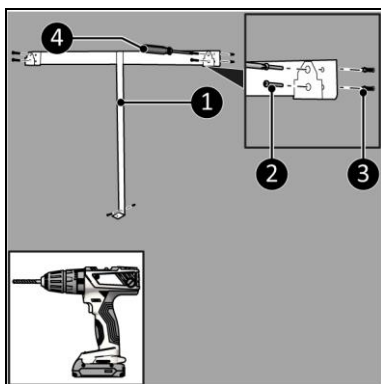

Figura 7
4. Așezați suportul de perete pe (Figura 7, poz. 1) perete și marcați cele cinci găuri.
6. Fixați știfturile (Figura 7, poz. 3).
7. Însurubați și strângeți suporturile de perete (Figura 7, poz. 2) cu cinci șuruburi mari folosind o șurubelniță Phillips (Figura 7, poz. 4).